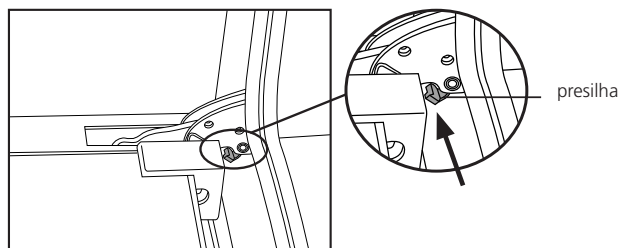

Fig. 34
- Pressionar para cima as presilhas de bloqueio, localizadas na parte inferior das dobradiças [Fig. 34].
- Com as presilhas travadas, segurar a porta nos dois lados e fechar a mesma lentamente até ficar bloqueada [Fig. 34]. Desta forma a mola da dobradiça estará bloqueada, continuando a fechar a porta do forno, podemos desencaixar as dobradiças das fendas do produto.